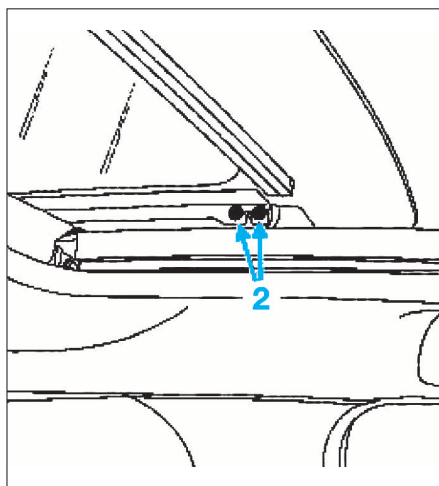

FIG. 103
- Déposer les vis avant (2) du panneau mobile (Fig.103),